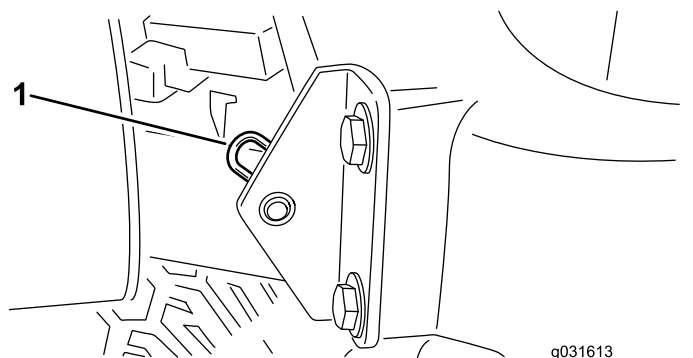

図 29
- フードのピボット部をブラケットに固定しているヘアピンコッターを抜取る 図 29。